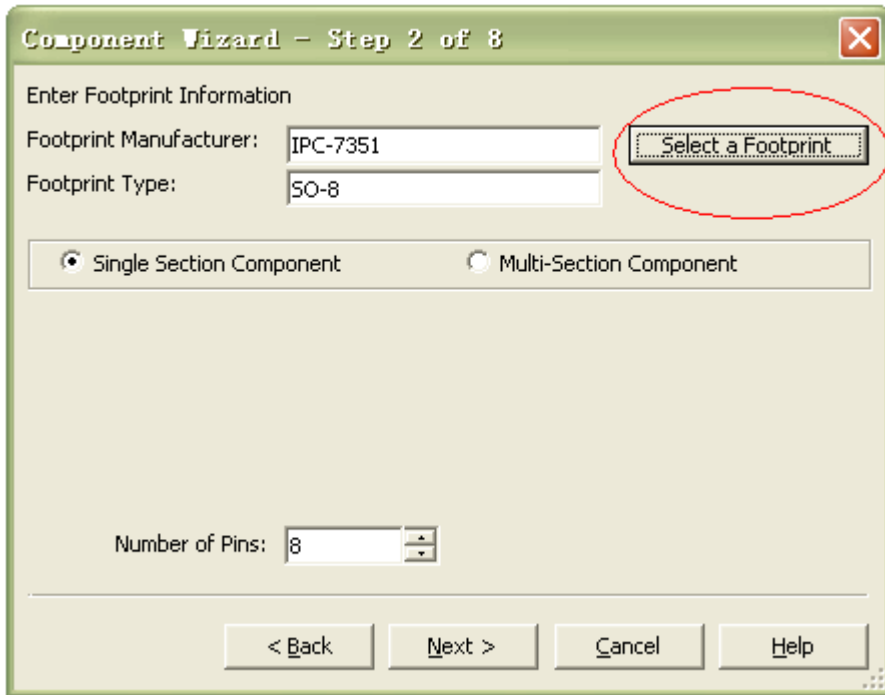
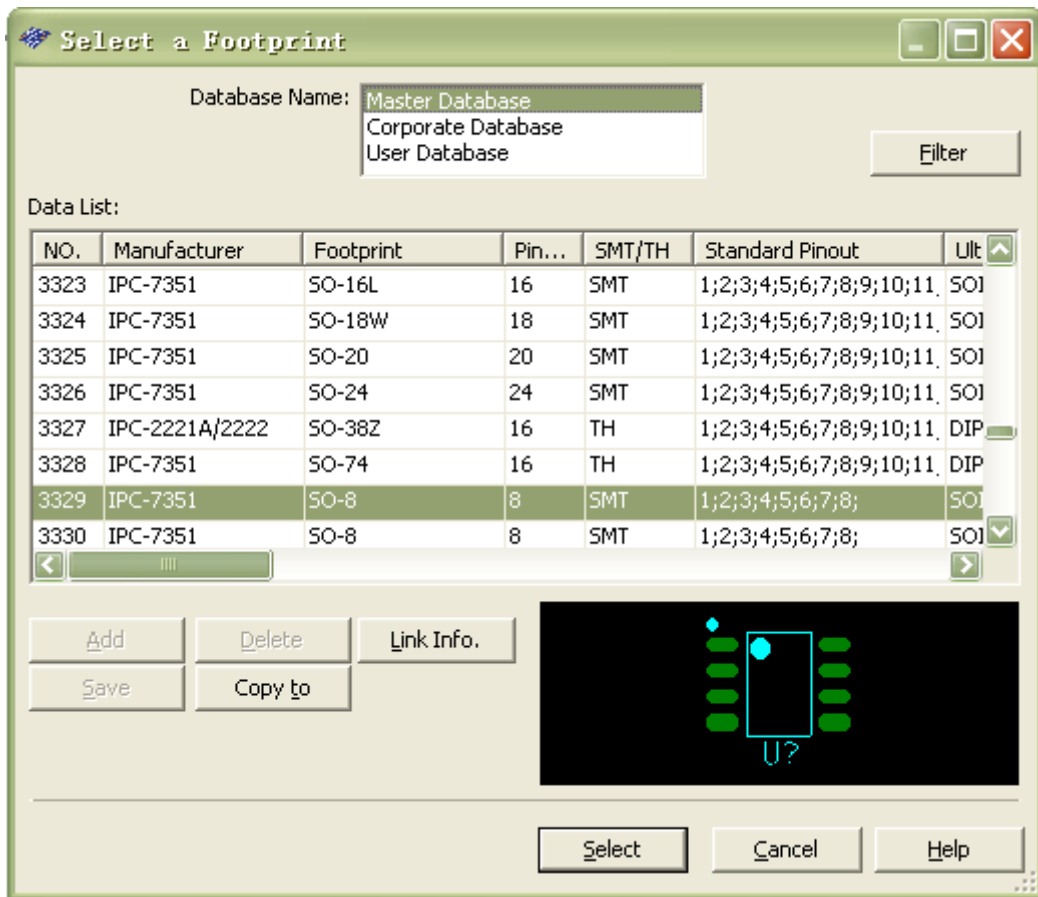

图 3
图 4
2. 依照芯片的内部结构，可以选择单部件元器件或者多部件元器件，如图 3 所示。
3. 点击 select a footprint 之后，即可选择在不同数据库里的封装，点击 select 即可选定，如图 4 所示。选定之后将跳转到图 3 界面，点击 Next 进入下一步骤。